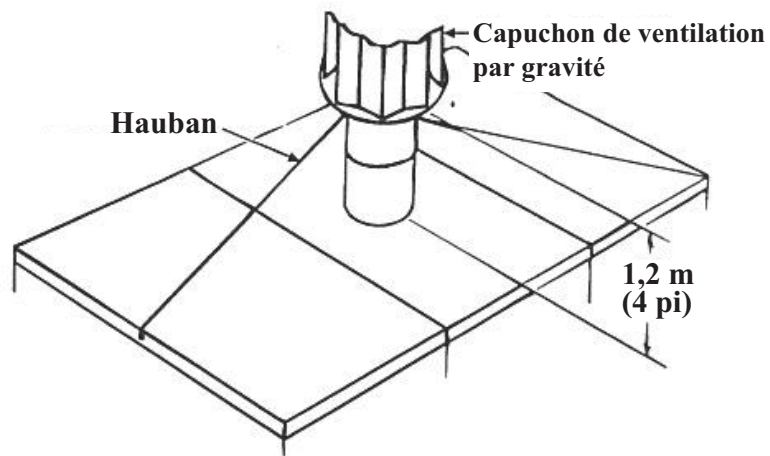

Figure 9. Haubans de rallonge de cheminée
- Pour fixer la rallonge de cheminée, trois haubans, espacés de 120 degrés, doivent être fixés entre la rallonge et le haut de la fournaise à l'aide de vis à tôle tel que montré dans la Figure 9.